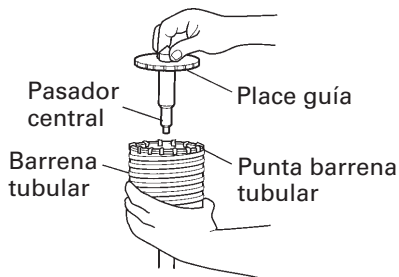

Fig. 17
- (4) Unir la placa guía con la barrena tubular y girar la placa guía hacia la izquierda o hacia la derecha de forma que no se caiga a pesar de estar indicando hacia abajo. (Fig. 17)